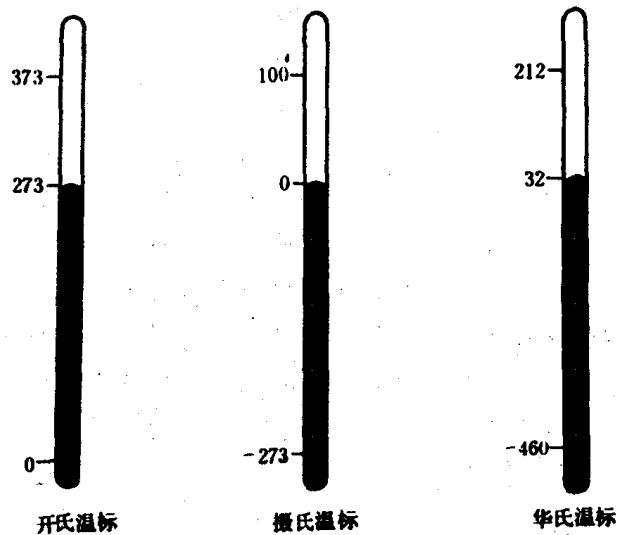

图 2-2 三种温标的标定方法
(1) 温标 温标是温度的标定方法。最常见的温标有摄氏温标、华氏温标和绝对温标(又叫做热力学温标或开氏温标)。
(2) 三种温标的标定方法 如图 2-2 所示。